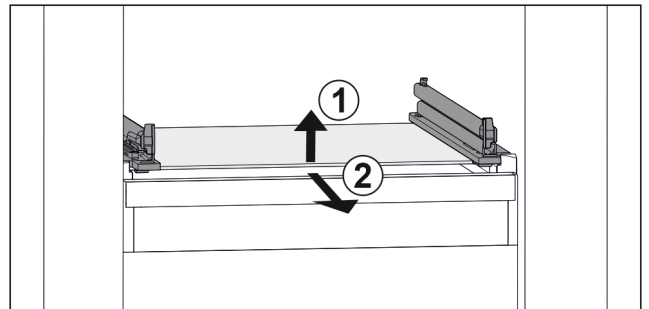

Fig. 46 Az üveglap példaként szolgáló ábrázolása
- ▶ Emelje meg az üveglap elejét. Fig. 46 (1)
- ▶ Vegye ki az üveglapot előre felé. Fig. 46 (2)